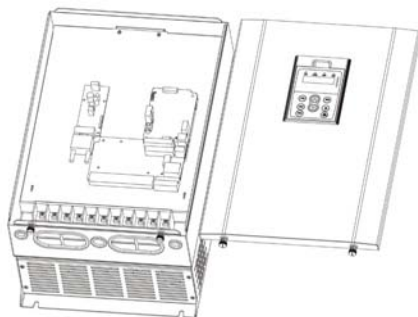

图 3-3 钣金外壳下盖板拆卸图
18.5kW 以上 PD2000B 系列变频器采用钣金外壳，钣金外壳下盖板的拆卸参见图 3-3。可用工具直接将下盖板的螺丝拧松即可。